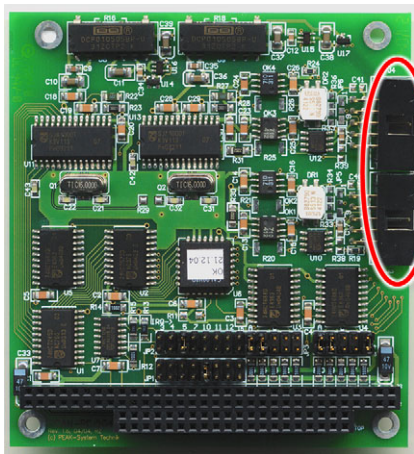

Abbildung 3: Anschlüsse für die Flachbandkabel zu den CAN-Steckern,
3. Verbinden Sie für jeden vorhandenen CAN-Kanal den entsprechenden Anschluss auf der PCAN-PC/104-Karte (siehe Abbildung 3) per Flachbandkabel mit dem CAN-Stecker der Slotblende.